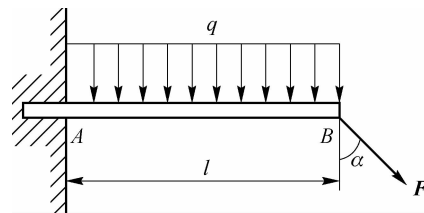

图 1-4
3. 如图 1-4 所示,悬臂梁 AB 作用有集度 $q=4 \text{ kN/m}$ 的均布载荷以及集中载荷 $F=5 \text{ kN}$ 。已知 $\alpha=30^\circ$, $l=3 \text{ m}$,求固定端 A 处的约束反力。